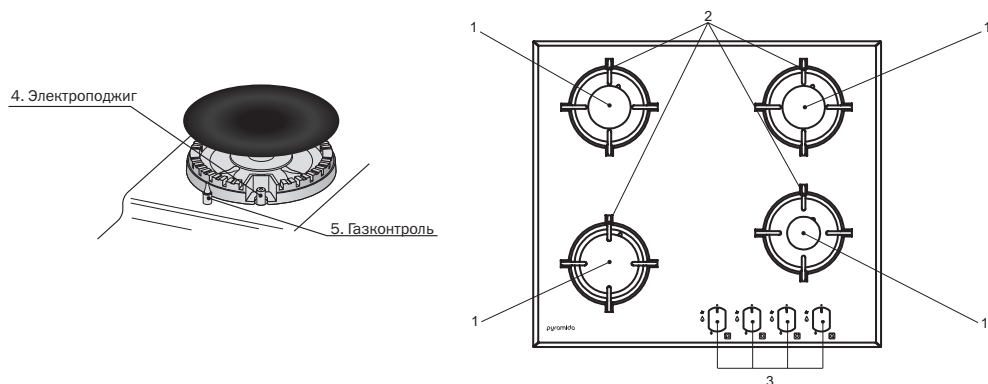

Рис. 11
- Модели с электроподжигом (Рис. 11) оснащены специальными газовыми кранами с функцией электрического поджига. В этом случае символ электроподжига «⚡» изображен около каждой ручки управления.
- Включение газовой горелки с газконтролем (Рис. 11). Нажмите и поверните ручку, соответствующую выбранной газовой горелке, против часовой стрелки к позиции «🔥» (сильное пламя). Когда газовая горелка воспламенилась, удерживайте ручку нажатой примерно 5-10 секунд, чтобы пламя нагрело термопару газконтроля.